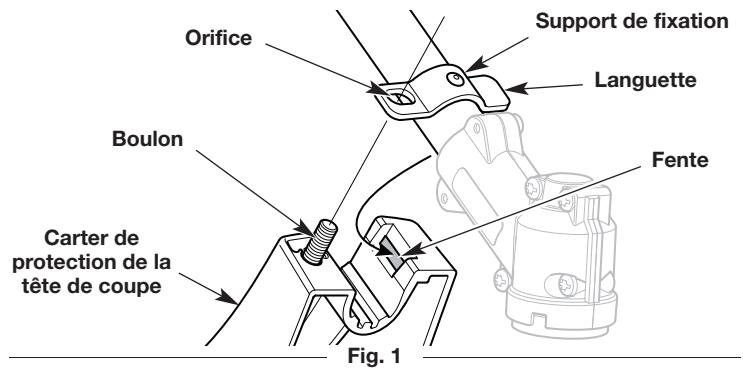

Fig. 1
2. Insérez la patte courte (celle sans orifice) du support de fixation dans l'encoche du carter de protection (Fig. 1).
3. Faites tourner le bouclier de la tête de coupe jusqu'à ce que les boulons du bouclier de la tête de coupe dépassent des orifices du support de fixation (Fig. 1).